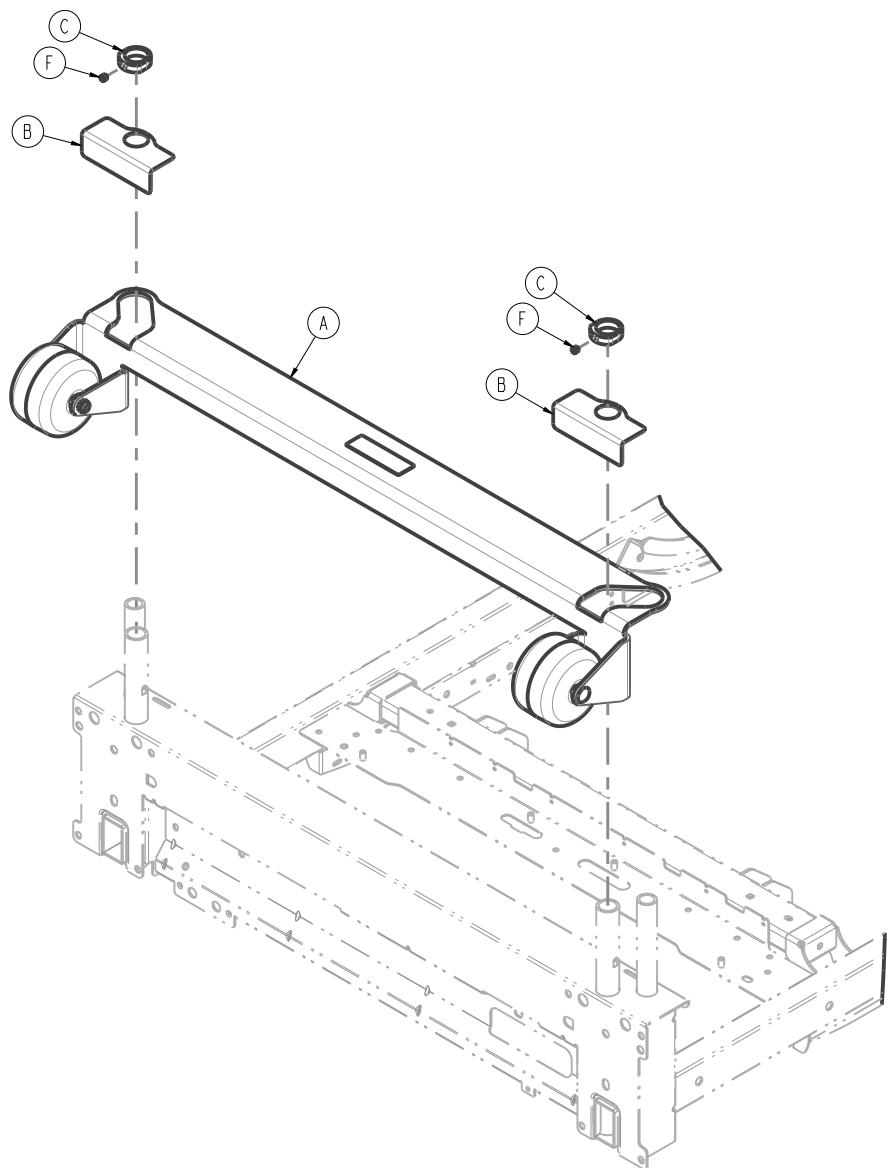

Figure 80 – Fixation du pare-chocs à roulettes
7. Du côté tête du produit, fixer le pare-chocs à roulettes (A) au montant de perfusion du lit (Figure 80).
8. Faire glisser le support de retenue (B) sur chaque côté du pare-chocs à roulettes (Figure 80).
9. Glisser la bague de verrouillage (C) de chaque côté du pare-chocs à roulettes (Figure 80).
11. Tout en appuyant sur la bague de verrouillage (C), utiliser la clé à six pans de 1/8 po pour serrer la vis de blocage (F) (Figure 80). Si le produit est équipé du support de perfusion en option, utiliser la base du support de perfusion pour appuyer sur la bague de verrouillage (C).